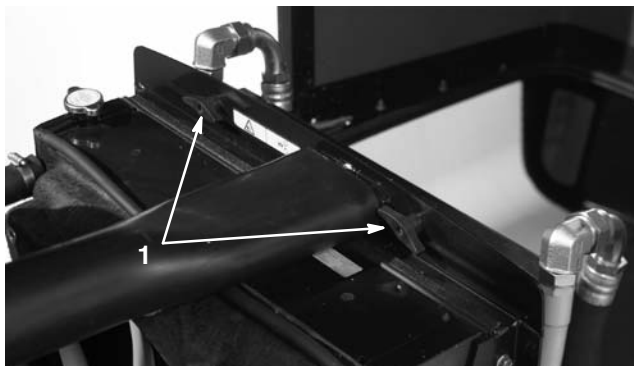

Bild 52
2. Entfernen Sie die Handräder (Bild 52), mit denen der Ölkühler am Rahmen befestigt ist.